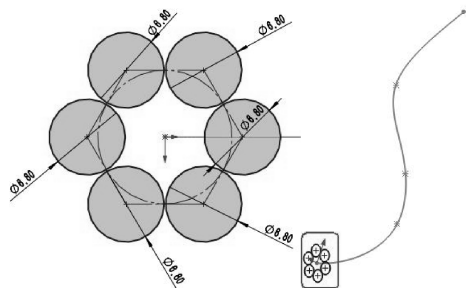

图 3-31 绘制圆形阵列
- 04 下一步进行扫描截面的绘制，选择右视基准面作为草绘平面。在上视基准面中绘制如图 3-31 所示的正五边形阵列。注意右侧方框位置，圆形阵列的中心与扫描轨迹线的端点对齐，阵列命令将在后面详解。